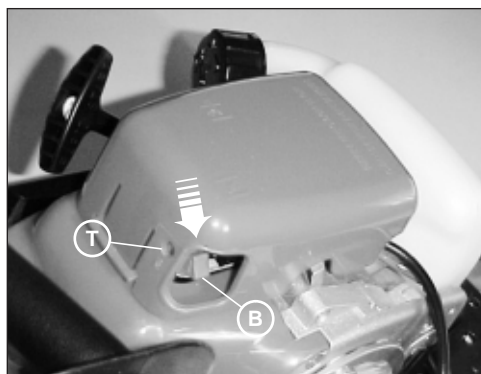

fig. 3
- Den Lufthebel am Endanschlag in Position B "START" positionieren (Bild 3).
- Den Lufthebel sofort in Position C bringen (Bild 3) und den Anlassergriff wieder ziehen, bis der Motor anläuft.
Die mit MIN (Abb. 3) gekennzeichnete Einstellschraube wurde so reguliert, dass das Werkzeug bei Motor in Leerlauf nicht dreht. Sollte dies nicht der Fall sein, ist die Schraube so lange gegen den Uhrzeigersinn zu drehen, bis das Werkzeug bei Leerlauf umgehend zu drehen aufhört. Die Motordrehung muss auch bei Leerlauf regelmäßig sein.